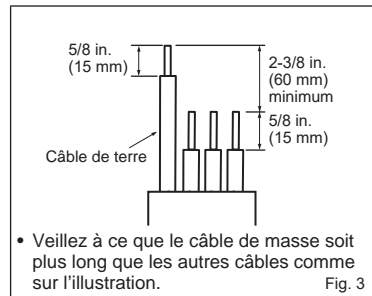

Fig. 3
- 6) Préparez l'extrémité du câble de terre (Fig. 3). Branchez-la à la borne de mise à la terre du boîtier électrique.
- 7) Préparez l'extrémité du câble de connexion de l'unité interne/externe (A) (Fig. 3). Branchez-la au bloc de raccordement. Veillez à ne pas effectuer d'erreur de branchement. Fixez fermement le câble au bloc de raccordement pour ne pas faire apparaître son noyau et n'appliquez aucune force extérieure à la section de branchement du bloc de raccordement.